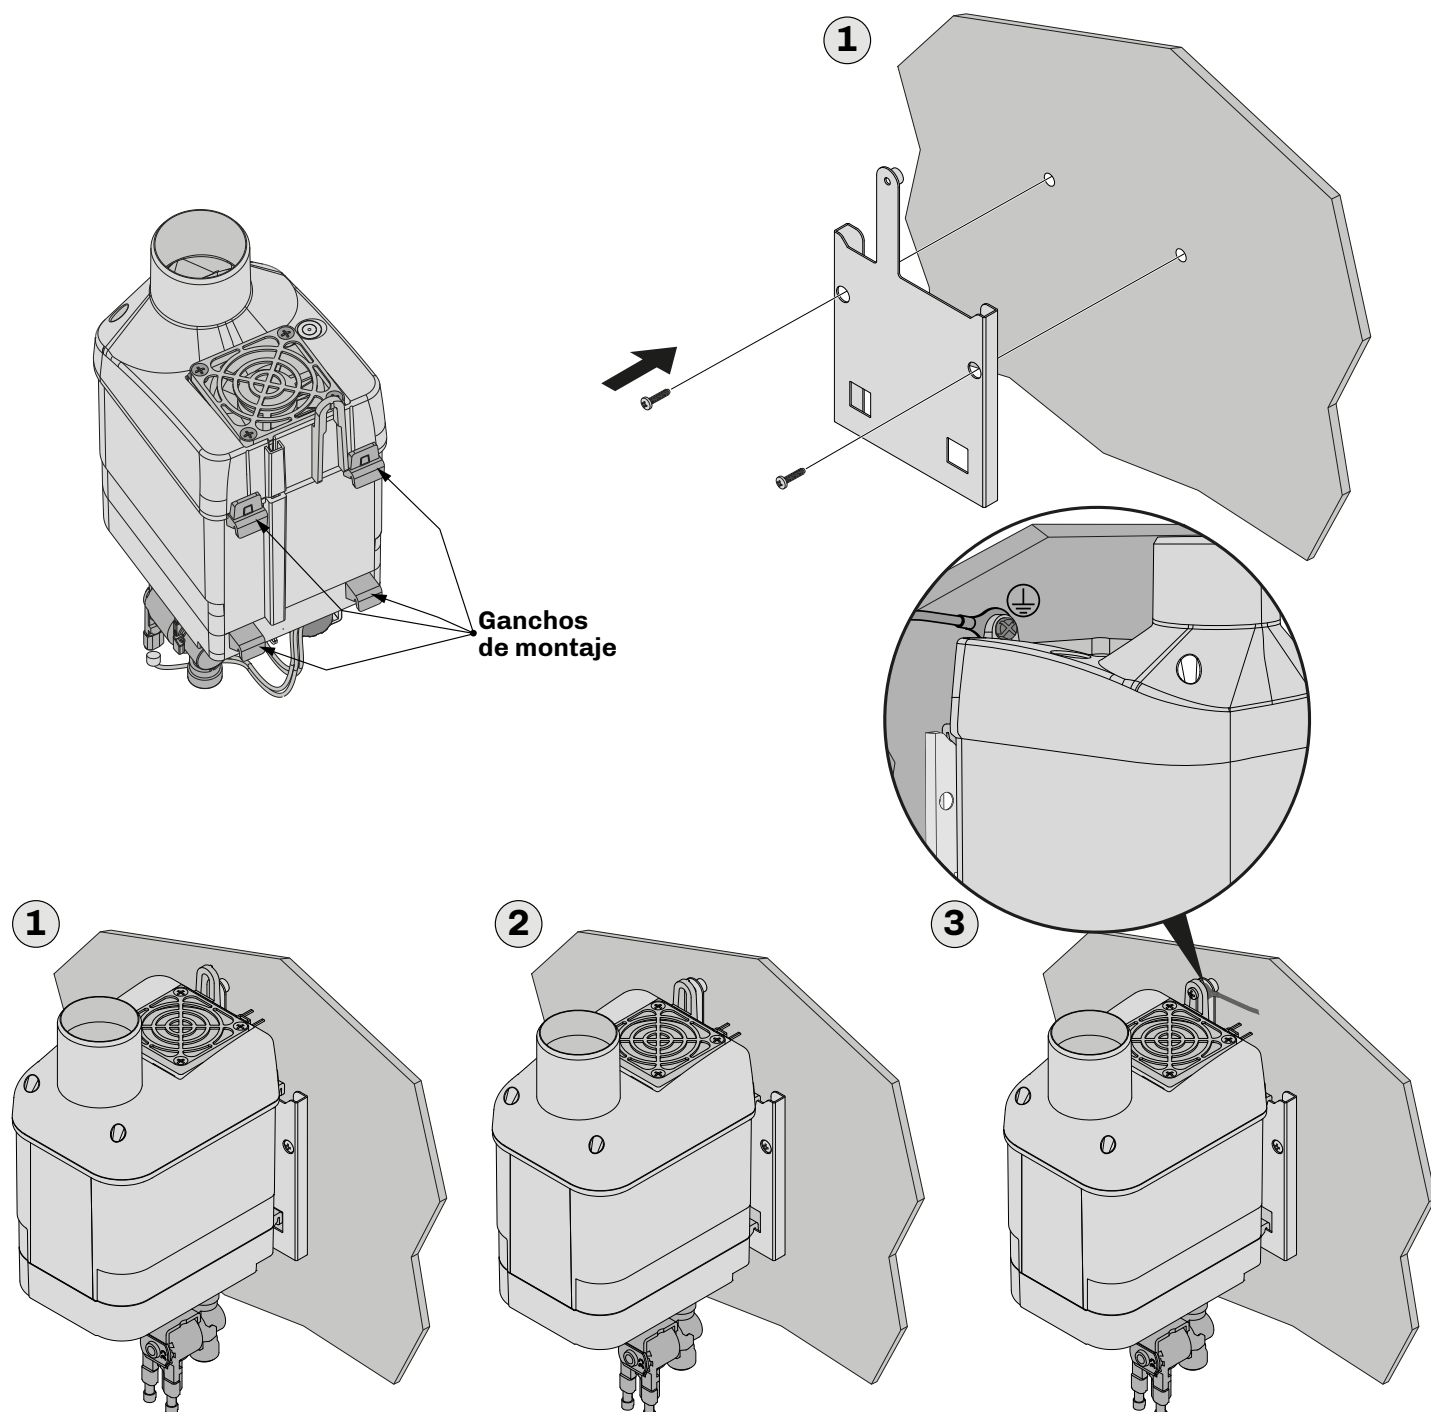

Fig. 7. Instrucciones de montaje con brida de soporte
- Fijar la brida de soporte en la pared siguiendo las instrucciones de la imagen "**FIG. 7. INSTRUCCIONES DE MONTAJE CON BRIDA DE SOPORTE**" A PAGINA 19 y las medidas de los orificios y de la brida indicadas en el punto "**4.5.1 MEDIDAS DE LA BRIDA DE SOPORTE**" A PAGINA 18 (1);
- Enganchar el humidificador **Mistral** en la brida asegurándose de que quede bien fijado (2);
- Fijar el humidificador a la pared donde está montada la brida de soporte y la conexión a tierra utilizando un tornillo **M4** de cabeza plana, adecuado para la pared de fijación (3).